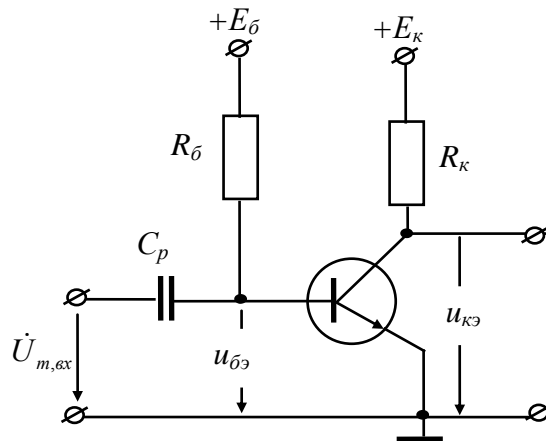

Рис.2.1
Простейшая схема усилительного каскада на биполярном транзисторе с ОЭ представлена на рис.2.1
2. Построить схему рис.2.1. Установить значения  $E_K=6$  в,  $R_K=470$  Ом. Сопротивление в цепи базы  $R_B=4,2$  кОм. Построить динамическую проходную характеристику (ДПХ) в виде  $U_{KЭ}(U_{БЭ})$  и  $I_K(U_{БЭ})$ . Определить положение рабочей точки и максимальную амплитуду входного напряжения для линейного режима работы усилителя. По графикам определить коэффициент усиления по напряжению и крутизну  $S$  и коэффициент усиления  $K=SR_K$ .
1.Собрать схему усилителя (рис.2.1), используя блоки 01,05 СЛАУ. Питание цепи коллектора осуществляется от источника постоянного напряжения +6,3 В, питание цепи базы - от источника регулируемого напряжения (-6V... +6V).